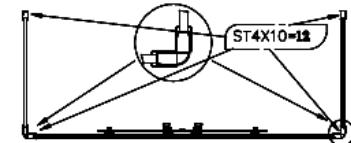

Abb.3
- Tragen Sie eine Dichtungsschicht auf den Wannenrand und Profile der feststehenden Seitengläser auf. Setzen Sie den zusammengesetzten Frontalglassatz in die Profile der Seitengläser ein. Ziehen Sie ihn mit den Schrauben fest (s. Abb. 3).